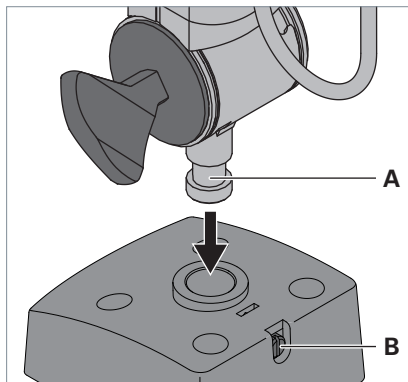

Fig. 2: Leuchte an Befestigungselement montieren.
- ▶ Stecken Sie den Zapfen **A** am Gestänge der Leuchte in die Öffnung des Befestigungselements, siehe Fig. 2.